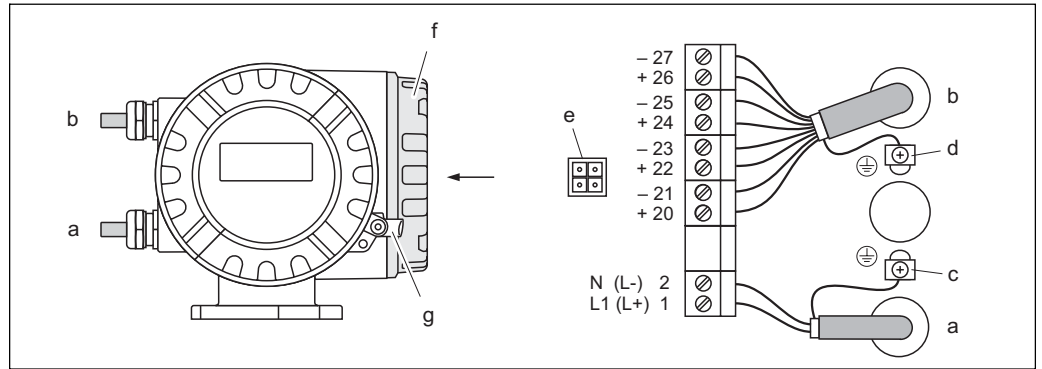

Fig. 22: Conexión del transmisor (cabezal de campo de aluminio).
- Esquema de conexiones (cabezal de aluminio) → Fig. 22